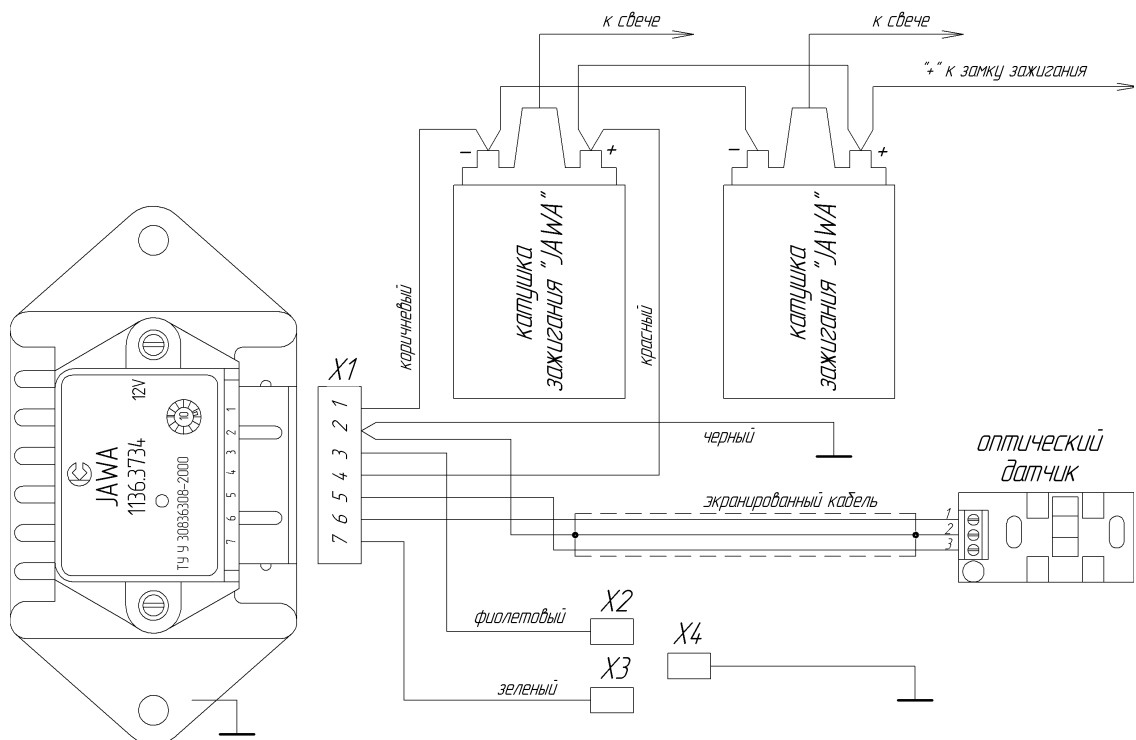

Рис.5.3. Возможная схема установки МПБСЗ на двухцилиндровые мотоциклы.
5.3. Возможно подключение МПБСЗ на двухцилиндровых мотоциклах по схеме приведенной на рис.5.3.